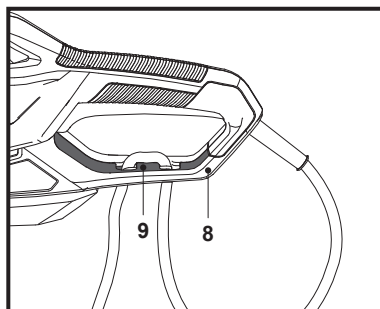

Fig. 2b
2. Passe-o sobre o retentor de cabo (9) e puxe com cuidado o cabo de alimentação para garantir que está bem seguro (Fig. 2b).